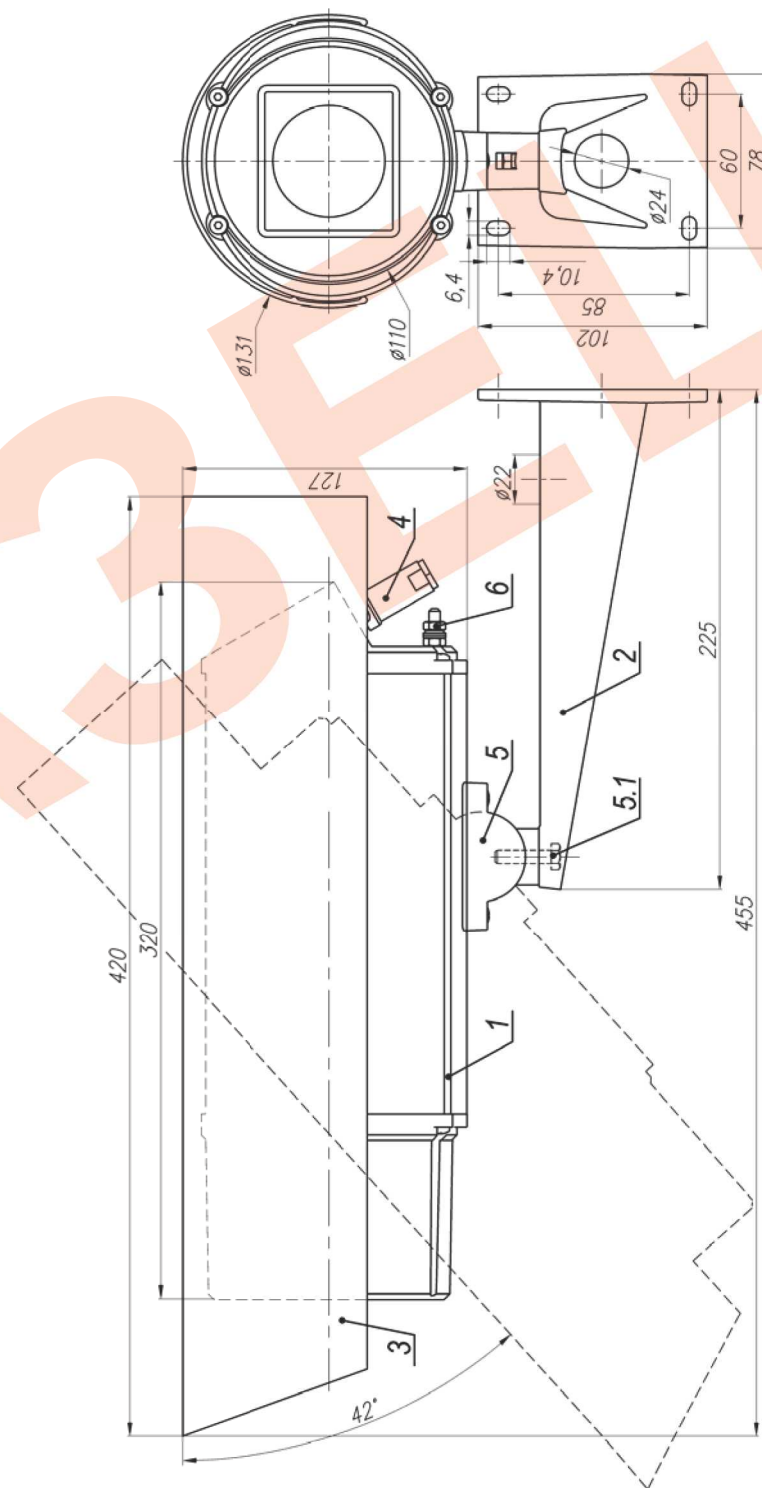

Рис.1 Габаритные и установочные размеры ТВК-96 IP
3. Ослабив болт фиксации шарнира (поз.5.1 рис.1), установить гермобокс на нужное направление обзора, после чего надежно зафиксировать шарнир затянув болт.
4. Заземлить гермобокс с помощью болта заземления (поз.6 рис.1).
Состав изделия: (см. рис.1)